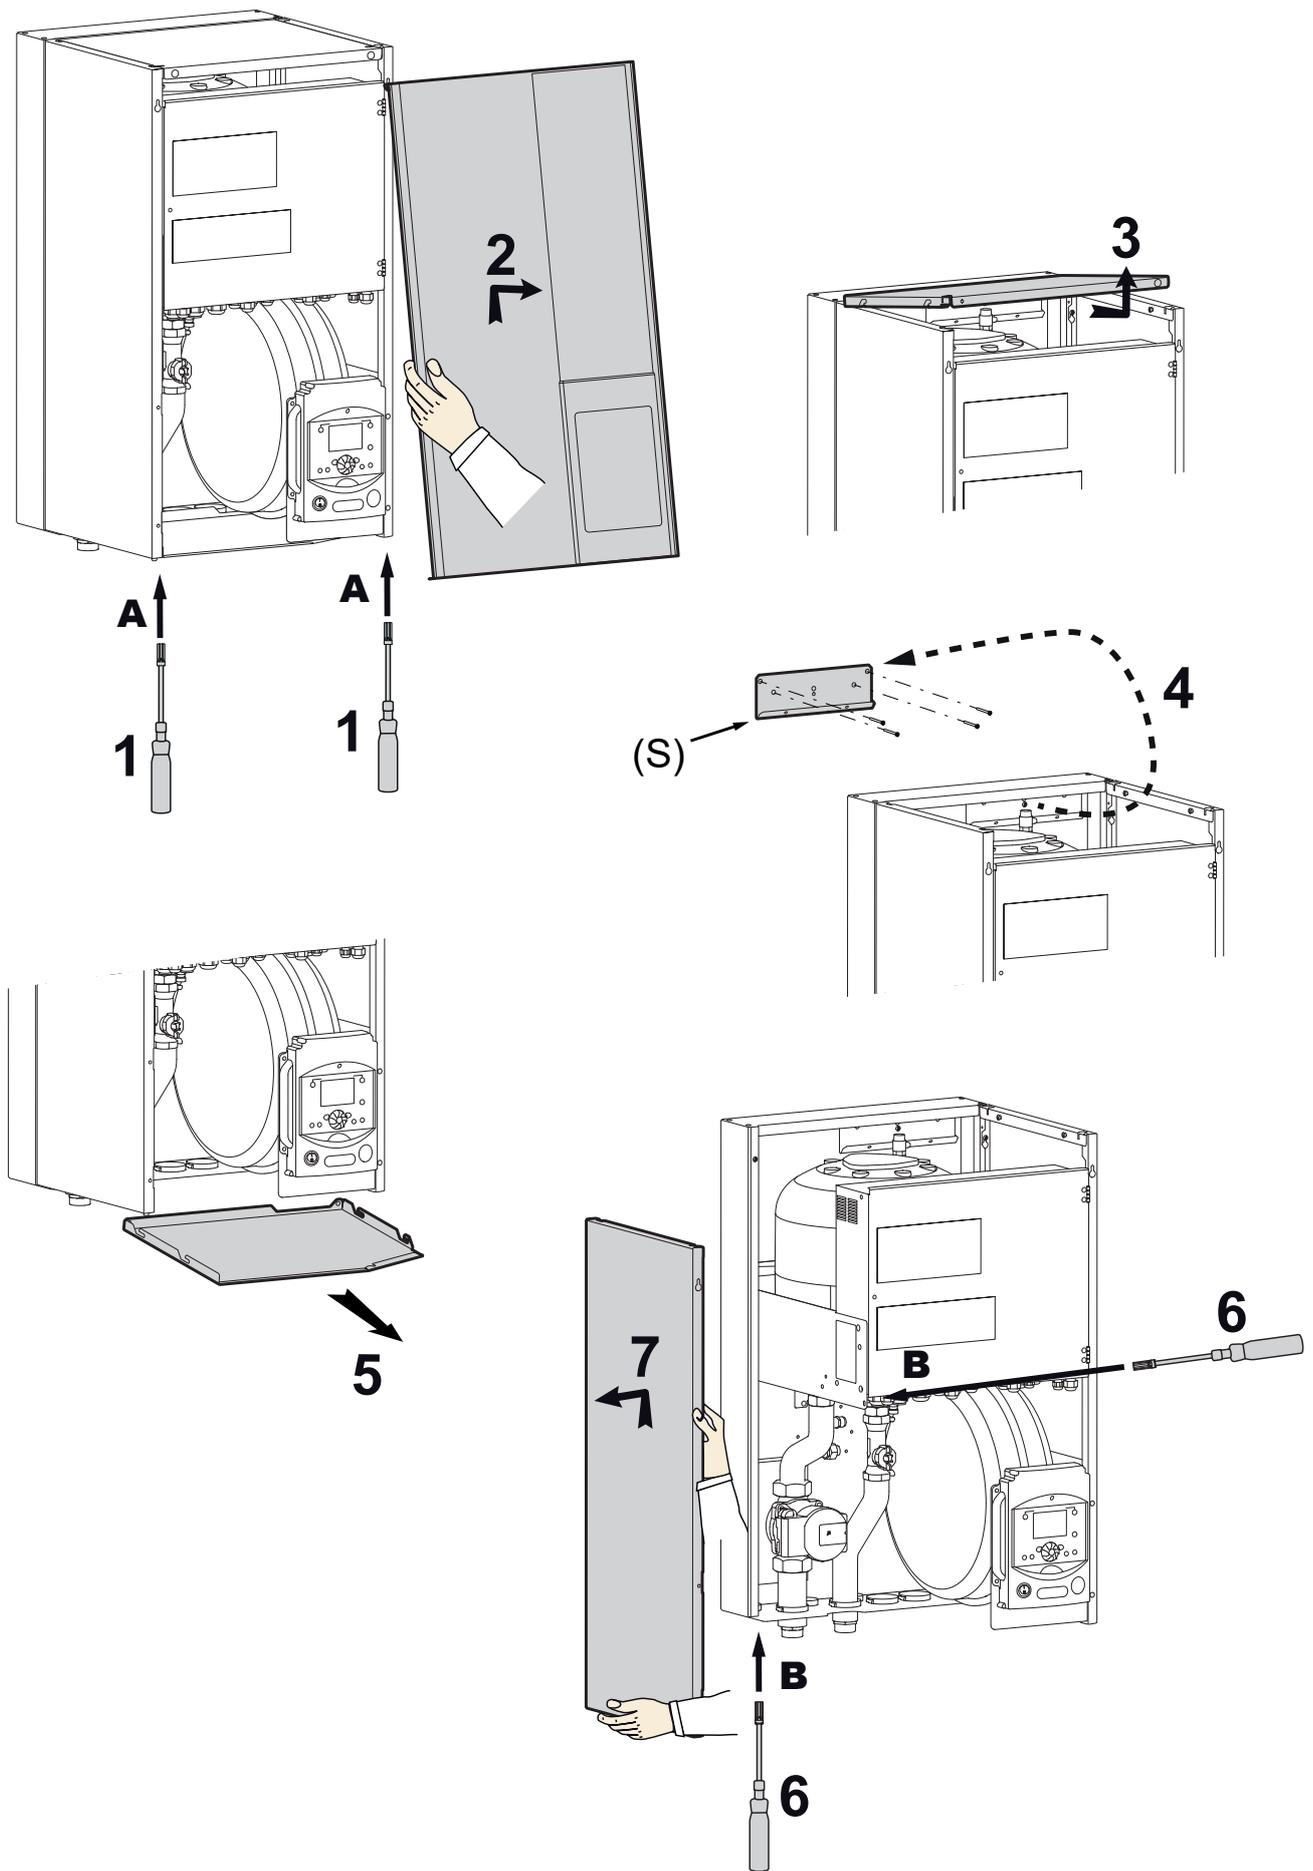

Abb. 7 - Abnehmen der Verkleidung
- Die Frontplatte abnehmen (2 Schrauben) (*Abb. 7, Seite 13*).